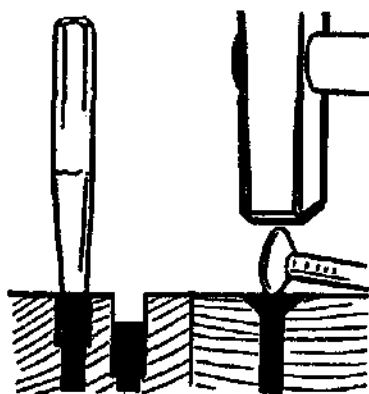

Рис. 27, Утапливание головки гвоздя.
- ✓ *Утапливание головок гвоздей* (рис. 27) представляет собой их вколачивание на глубину около 3 мм ниже поверхности детали и осуществляется с помощью пробойника или гвоздя.